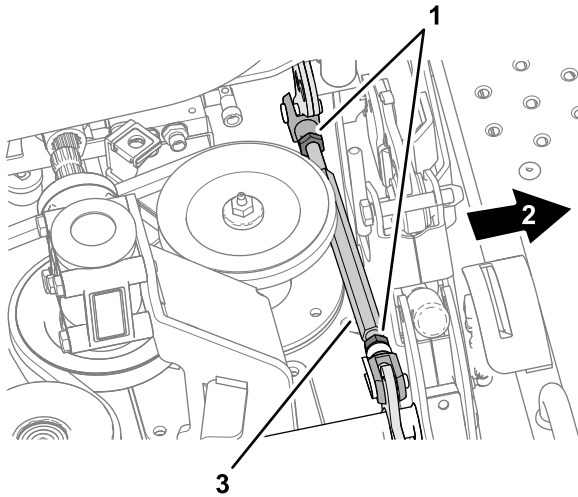
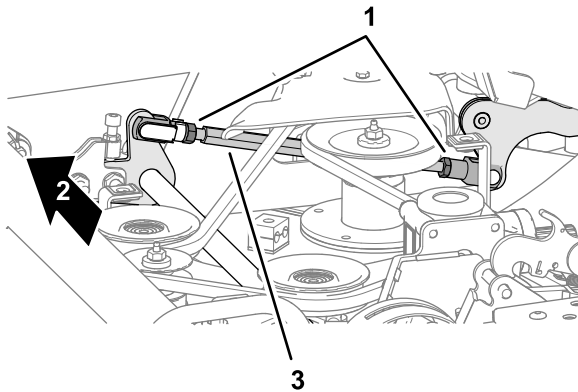

Bild 128
Bild 129
- B. Lösen Sie die Klemmmuttern für den Einsteller der Mähwerkneigung (**Bild 128** und **Bild 129**) an jeder Seite des Mähwerks.